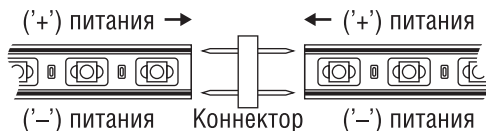

Рис. 4. Соединение при помощи коннектора
- 2) Подключите участки светодиодной ленты в соответствии с полярностью, см. Рис. 4. Контакты коннектора NLSC-connector-3528-220 должны войти по центру соответствующих проводов (жил), идущих по всей длине ленты.